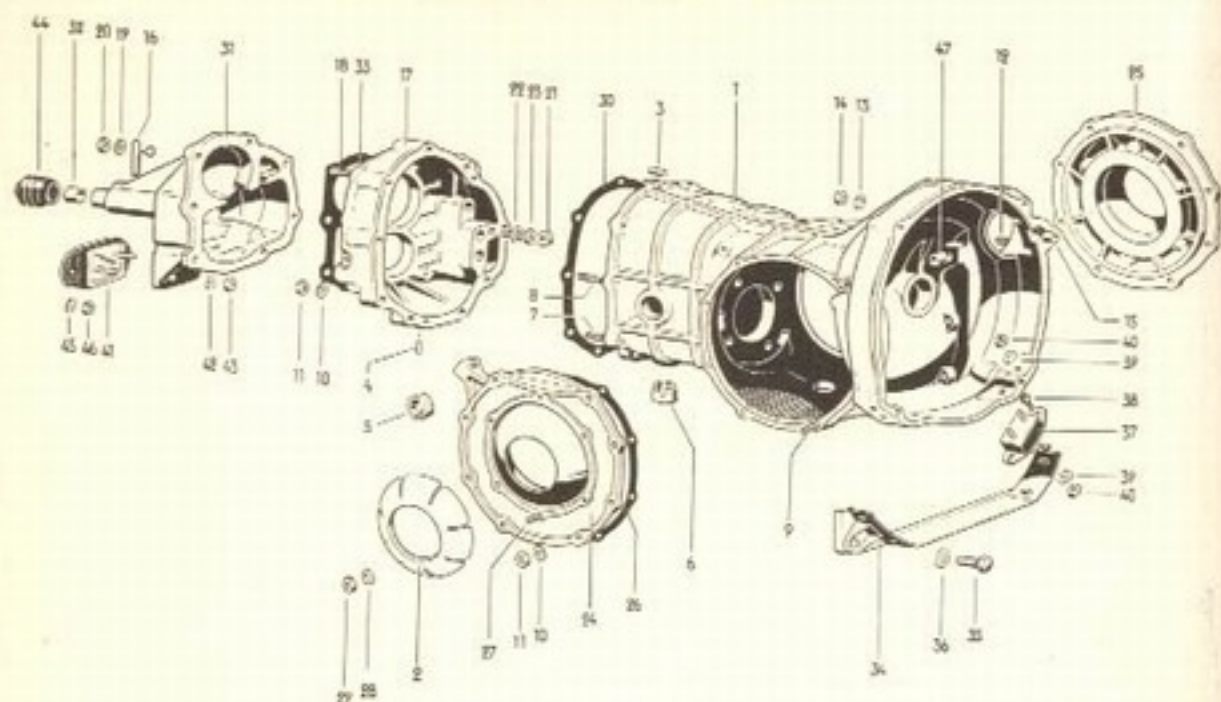

Fig. 2-K — Carcaça da transmissão e peças anexas
A carcaça não mais se compõe de duas metades semelhantes; é inteiriça em sua parte principal (1, fig. 2-K) com uma tampa (16) e a caixa da alavanca seletora (30). Na parte onde se aloja o diferencial,
- Retiram-se as porcas que prendem o calço de borracha (40, fig. 2-K).